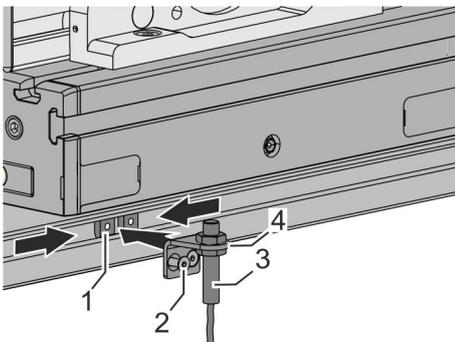

Abb. 39: Endschalter montieren
1. Nutensteine (Abb. 39/1) in die Nut des Führungsprofils einsetzen und positionieren.
2. Endschalter (Abb. 39/3) mit Haltewinkel (Abb. 39/4) in Höhe der eingesetzten Nutsteine aufsetzen.
3. Zwei Schrauben (Abb. 39/2) festziehen: